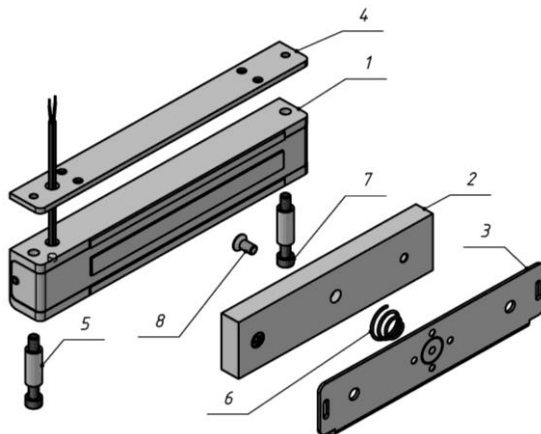

Рисунок 1 – Комплект поставки замка ALM-400FR
4.5 Вит крепление якоря (поз.8 рис.1) необходимо затянуть с усилием, достаточным для исключения его отворачивания в процессе эксплуатации. Рекомендуется ставить винт на стопорящий герметик типа «Анатерм» или на нитрокраску НЦ.